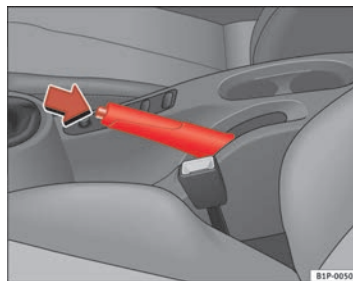

Abb. 129 Handbremse zwischen den Vordersitzen
⇒ Abb. 129.
- Ziehen Sie den Hebel etwas nach oben, drücken Sie die Einriegelungstaste in Pfeilrichtung ⇒ Seite 184, Abb. 129 und führen Sie den Handbremshebel ganz nach unten ⇒ .